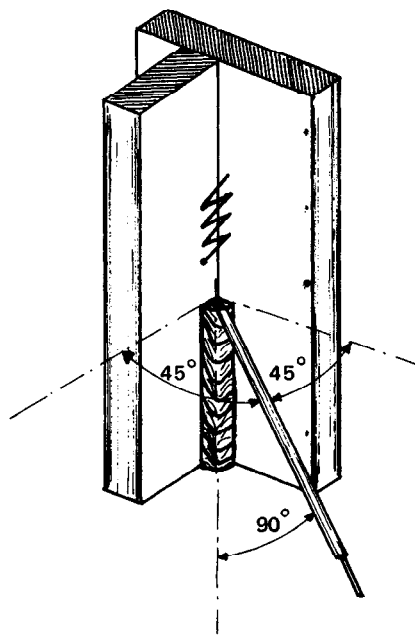

Figura 2.100
a) Deposite el cordón de raíz inclinando el electrodo (Figura 2.100).